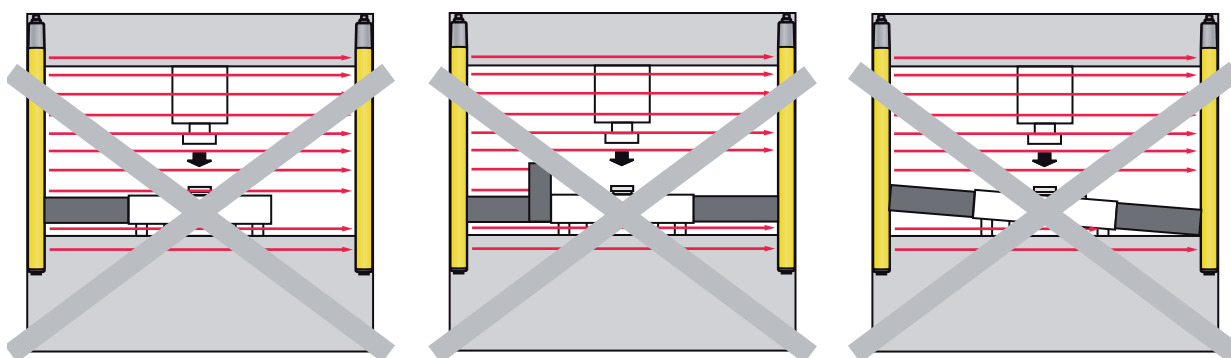

Figure 4.2: Blanking fixe : éviter la « formation d'ombre »
- Il ne doit y avoir aucune « formation d'ombre » dans le champ de protection (voir figure 4.2).